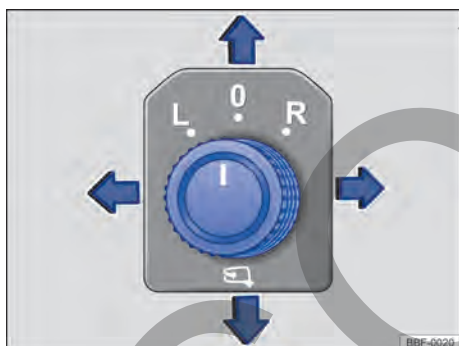

Fig. 78 En la puerta del conductor: mando giratorio de ajuste de los espejos retrovisores exteriores eléctricos.
- Girar la perilla en la puerta del conductor hasta el símbolo deseado → fig. 78.